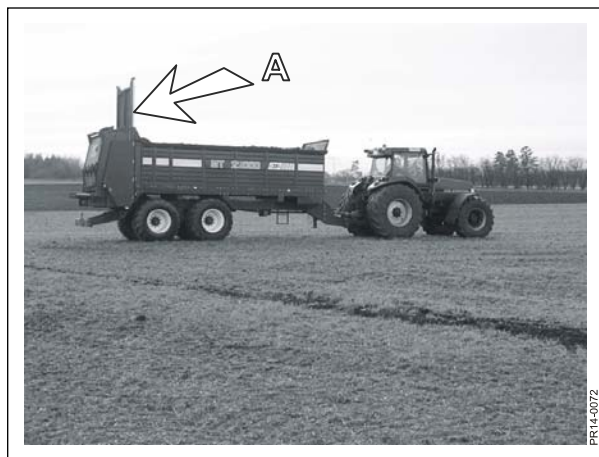

Fig. 3.4
Fig. 3.4 Doseringsklappen (A) skal være helt oppe under aflæsning af faste materialer og må ikke anvendes til at begrænse den mængde der transporteres til opriverne, hertil skal en ændring af bundkædehastighed anvendes.